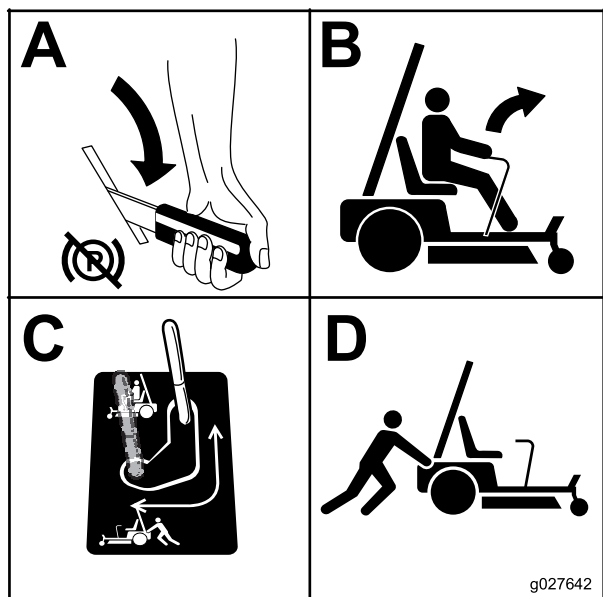

Figura 27
3. Effettuate l'operazione su ciascun lato della macchina Figura 27.
4. Spostate le leve by-pass nella posizione che consente di azionare la macchina (Figura 27) per innestare i motori delle ruote.